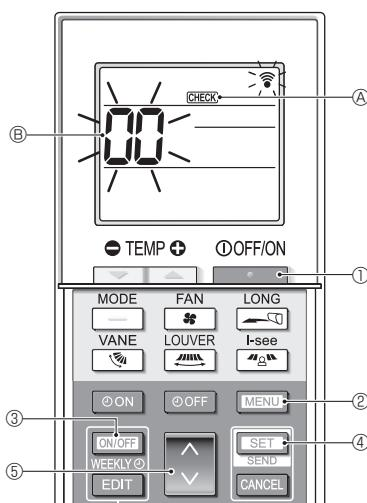

Fig. 7-6
7.3.2. Trådløs fjernkontroll (Fig. 7-6)
- Trykk på -knappen ① for å stoppe klimaanlegget.
- Hvis uketidsuret er aktivert (lyser), trykker du på -knappen ③ for å deaktivere det (slukkes).
- Trykk på -knappen ② i 5 sekunder.
- ② tennes, og enheten går over i selvsjekkmodus.
- Trykk på -knappen ⑤ for å velge kjølemiddeladresse (M-NET-adresse) ④ for innendørsenheten du vil foreta selvsjekk for.
- Trykk på -knappen ④.
- Trykk på -knappen ①.
- ④ og kjølemiddeladresse (M-NET-adresse) ④ slukkes, og selvsjekken fullføres.